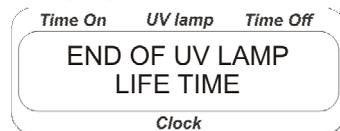

Fig. 7 Anzeige End of UV lamp(s) life time (Ende der Lebenszeit der UV-Lampe(n))
4.13. Nach 8.000 Betriebsstunden erscheint auf dem Display die Anzeige END OF UV LAMP LIFE TIME (ENDE DER LEBENSZEIT DER UV-LAMPE) (Abb. 7). Die UV-Lampen müssen ausgetauscht werden (befolgen Sie die Anleitungen in Absatz 6.7 Technische Wartung).